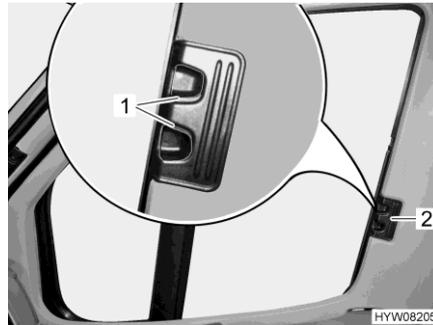
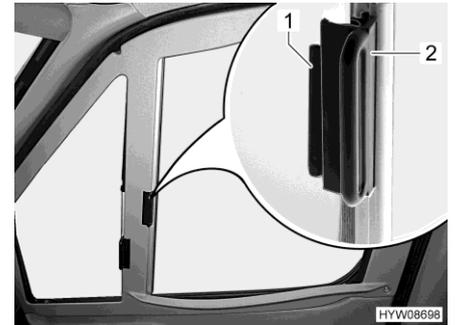

Fig. 25 Tendina oscurante pieghevole (finestrino del conducente/passeggero, Fiat)
Fig. 26 Tendina oscurante pieghevole (finestrino del conducente/passeggero, Mercedes-Benz)
- A seconda del tipo di tendina oscurante, premere e tenere premute le levette di bloccaggio (Fig. 25,1).
- Con la levetta (Fig. 25,2 o Fig. 26,2) tirare le tendine oscuranti pieghevoli per il finestrino del guidatore e del passeggero verso l'altro lato della finestra e congiungerle alle strisce magnetiche.
- Inserire fino all'arresto le tendine oscuranti pieghevoli per il finestrino del guidatore e del passeggero per la maniglia (Fig. 25,2 o Fig. 26,2).
- Rilasciare le levette di bloccaggio (Fig. 25,1) e farle innestare, oppure spingere l'impugnatura (Fig. 26,2) fino al sopralzo (Fig. 26,1).